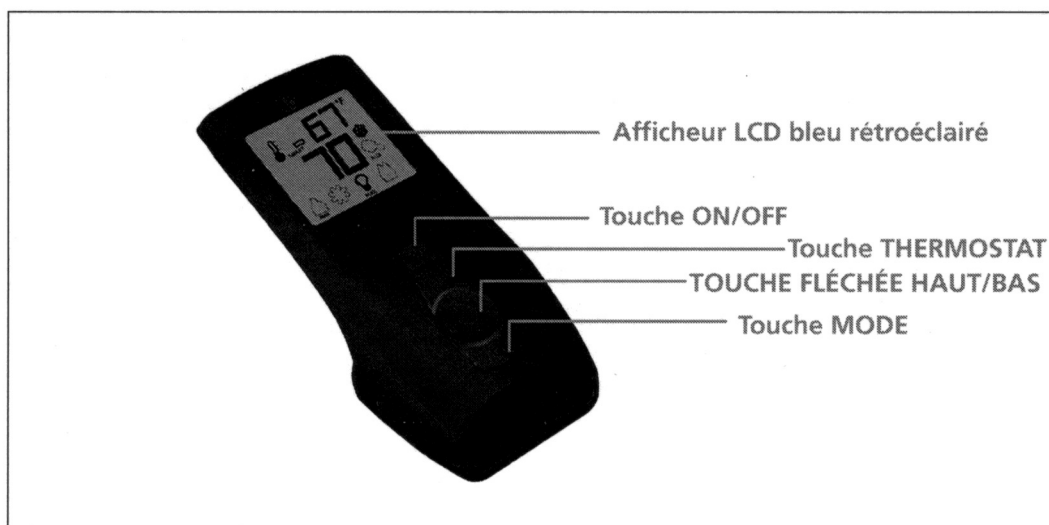
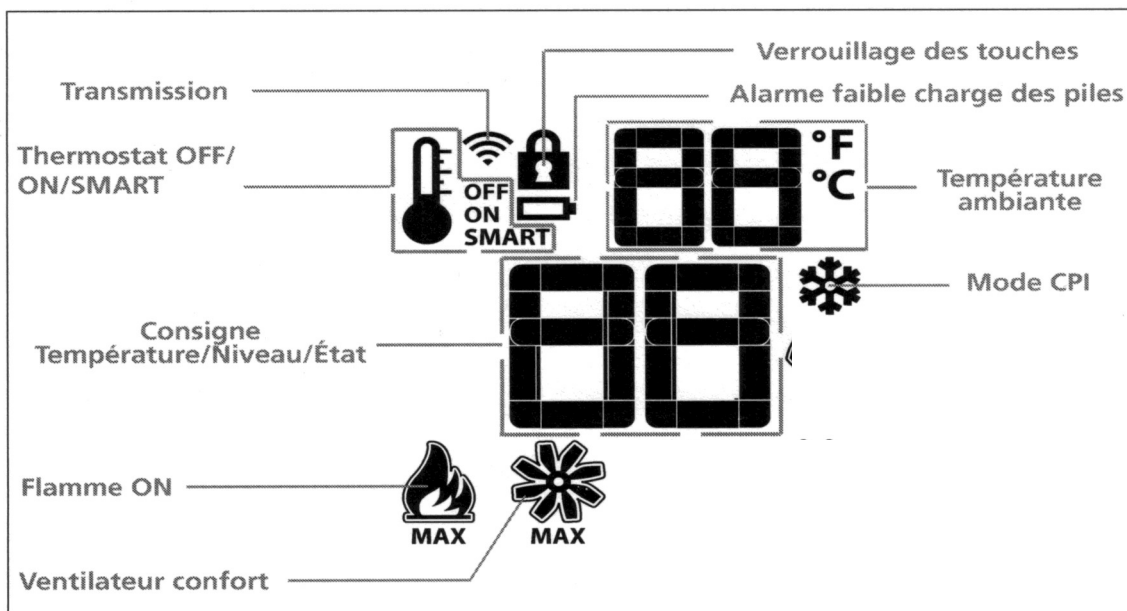
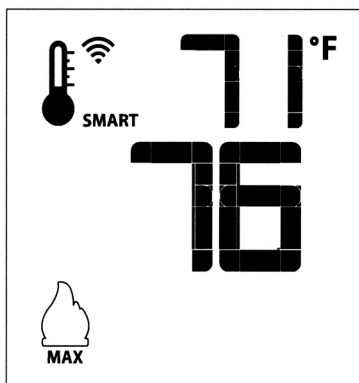

Fig. 1: Télécommande PROFLAME 2
Fig. 2: Afficheur LCD de la télécommande
Fig. 11: Fonction flamme Smart
La télécommande Proflame est caractérisée par un design épuré, une disposition simple des touches et un afficheur LCD (à cristaux liquides) (Fig. 1). La touche Mode permet de sélectionner les fonctionnalités et la touche Thermostat sert à allumer ou éteindre ou à sélectionner les fonctions du thermostat (Fig. 1 & 2). Une fonction de Verrouillage des touches est également présente (Fig. 2).
Pour activer cette fonction, appuyer sur la touche Thermostat (Fig. 1). L'afficheur LCD de la télécommande changera, montrant que le thermostat d'ambiance est ON et que la température de consigne est maintenant visualisée (Fig. 9). Pour régler la température de consigne désirée, appuyer sur les touches fléchées Haut ou Bas jusqu'à ce que cette température s'affiche sur la télécommande.
Pour activer cette fonction, appuyer sur la touche Thermostat (Fig. 1) jusqu'à ce que le mot « SMART » s'affiche à droite du bulbe de température (Fig. 11).
Si l'appareil est équipé d'un ventilateur de circulation d'air chaud, la vitesse du ventilateur peut être contrôlée par le système Proflame. Le ventilateur peut être réglé sur six (6) vitesses. Pour activer cette fonction, utiliser la touche Mode (fig. 1) pour sélectionner l'icône de contrôle du ventilateur (Fig. 13). Utiliser les touches fléchées Haut/Bas (fig. 1) pour démarrer, arrêter le ventilateur ou en régler la vitesse (fig. 14). La réception de la commande est confirmée par un seul bip.
Avec le système en position OFF, appuyer sur la touche Mode (fig. 1) pour sélectionner l'icône mode CPI (Fig. 21 et 22).